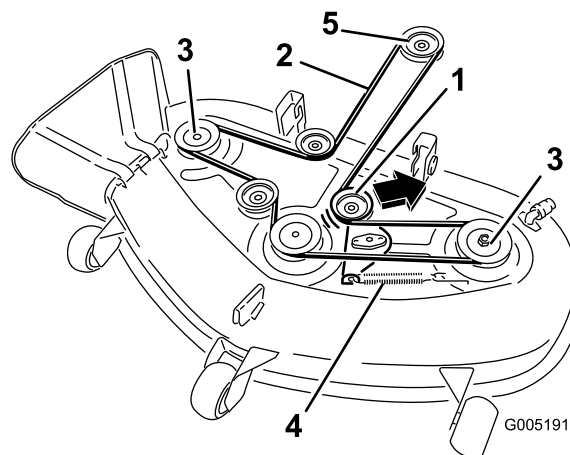

Figura 48
- Tire de la polea tensora en el sentido que muestra la Figura 48 y retire la correa de las poleas.
- Pase la correa nueva alrededor de las poleas del motor y del cortacésped (Figura 48).
- Tire de la polea tensora en el sentido que muestra la Figura 48 y pase la correa por la polea tensora (Figura 48).